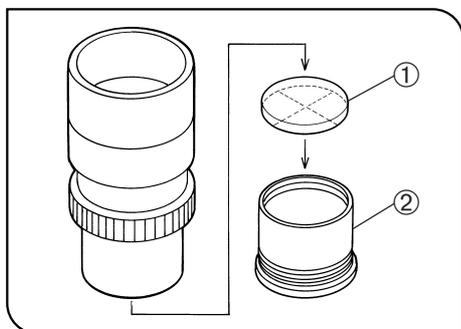

Fig. 25
(Fig. 25)
Osservare la fig. 25 e ruotare in senso antiorario il supporto del micrometro ② dell'oculare per toglierlo dall'oculare, infine posizionare il micrometro ① nel supporto. Nel supporto gli intagli sul disco devono essere rivolti verso il basso.